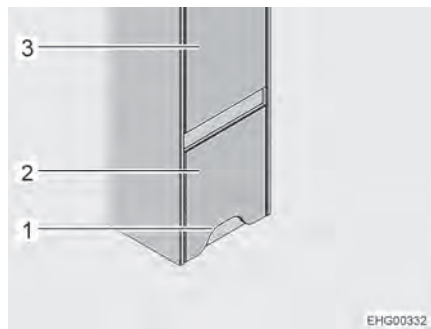
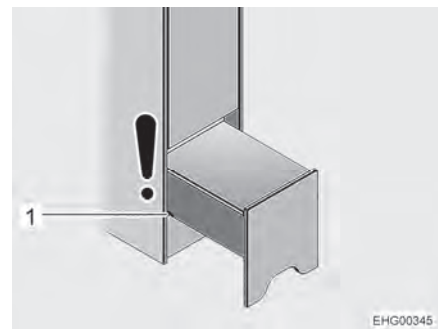

Bild 81 Klättringshjälp (stängd)
Bild 82 Klättringshjälp (nattläge)
Klättringshjälp är installerad på fordonets högra sida under klädskalet (Bild 81,3) framför den bakre sängen.
- ▷ Toalettrumsdörren ligger mitt emot klättringshjälp. Så länge klättringshjälp är endast delvis utdragen ("nattläge", se Bild 82), kan toalettdörren fortfarande öppnas. Om klättringshjälp dras ut helt för att ge åtkomst till förvaringsfacket, kan toalettrumsdörren inte längre öppnas helt.
- Grip tag i klättringshjälpens (Bild 81,2) utsnitt (Bild 81,1), lyft lätt och dra ut till den första skåran (Bild 82,1) (nattläge).